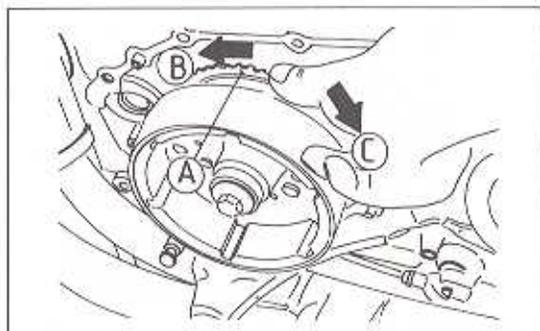

Bild 160
- Das Anlasserrad muss sich im Gegenuhrzeigersinn frei drehen und in der andern Drehrichtung sperren (Bild 160).